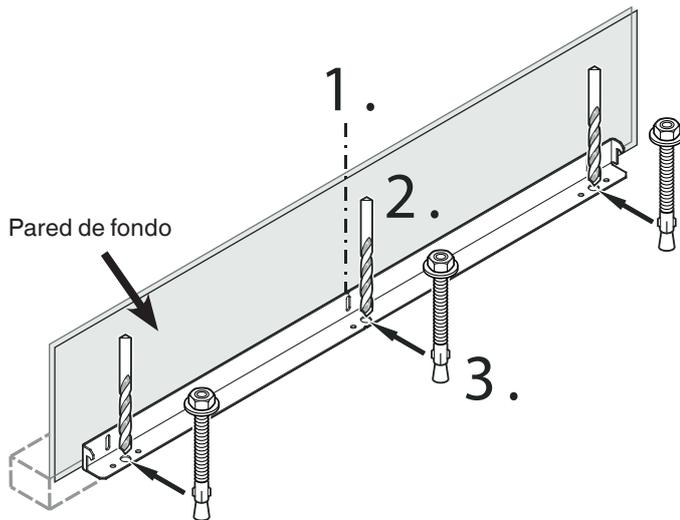

Figura 4
Montaje del dispositivo anti-inclinación en suelos de hormigón - figura 4 - 5
2. Taladrar un orificio de 10 mm de diámetro en cualquier posición según se muestra en la **figura 4** con una broca de metal duro. La profundidad de los agujeros debe ser mayor que el largo total de los anclajes. Limpiar los agujeros después de taladrar.